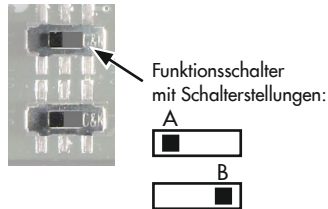

Bild 7-1: Funktionsschalter
2. Funktionsschalter kurz von der eingestellten Position in die andere Position und dann wieder zurück schieben (vgl. Bild 7-1).